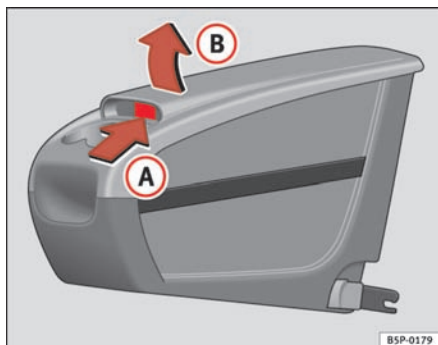

Fig. 111 Transportabel opbevaringsboks. Åbning
- Løft afdækningen (B) i område (A) ⇒ fig. 111.